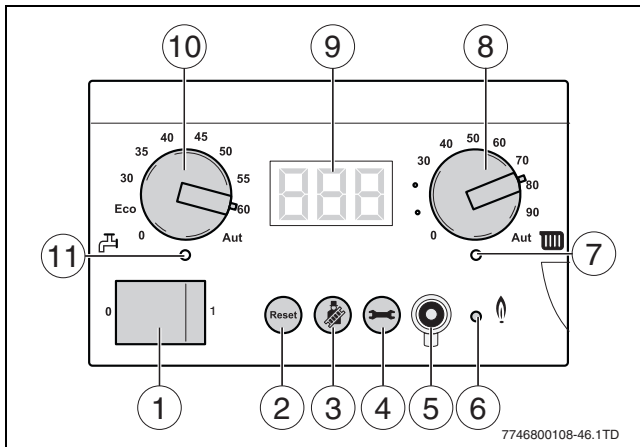

Bild 6 Bedienfeld
- ▶ Ein/Aus-Schalter in Position „1“ (→ Bild 6, [1]) setzen.